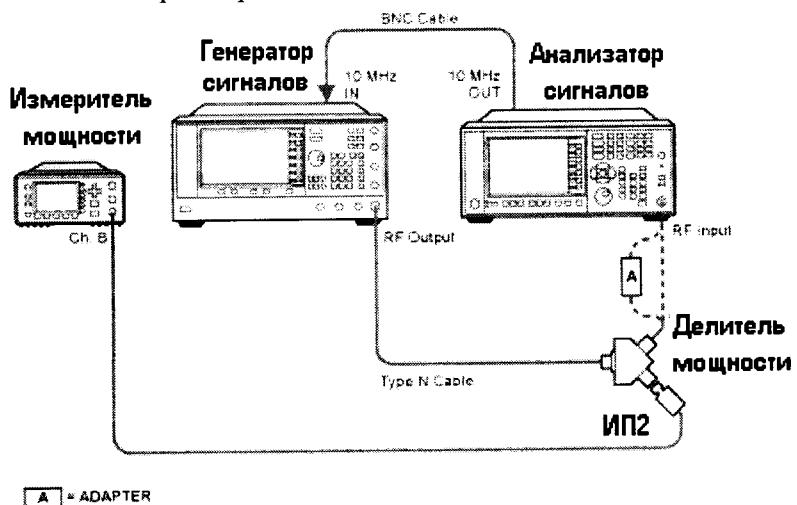

Рисунок 5
7.4.5 Отсоединить ИП1 от делителя. Освободившийся рукав делителя соединить с анализатором (рисунок 5). На анализаторе установить DC coupled, предусилитель выключен, полоса обзора 1 МГц, ослабление аттенюатора 10 дБ. Произвести измерения уровня сигнала уровня минус 10 дБм на частотах 300 кГц; 1, 5, 100, 150, 450 и 950 МГц; 1,25, 1,85, 2,25, 2,95 и 3,55 ГГц. Полученные значения зафиксировать, вычислить погрешность.
7.4.9 Отсоединить ИП1 от делителя. Освободившийся рукав делителя соединить с анализатором (рисунок 5). На анализаторе установить DC coupled, предусилитель выключен, полоса обзора 1 МГц, ослабление аттенюатора 10 дБ. Произвести измерения уровня сигнала минус 10 дБм на частотах 3,65, 5,05, 6,05, 7,05, 8,05 и 8,35 ГГц (для опций 508, 513, 526); 9,05, 10,05, 11,05, 12,05, 13,05 и 13,55 ГГц (для опций 513, 526); 14,05, 15,05, 16,05, 17,05, 18,05, 19,05, 20,05, 21,05, 22,05, 23,05, 24,05, 25,55, 26,05 и 26,45 (для опции 526). Полученные значения зафиксировать, вычислить погрешность.
7.4.11 Отсоединить ИП1 от делителя. Освободившийся рукав делителя соединить с анализатором (рисунок 5). На анализаторе установить DC coupled, предусилитель выключен, полоса обзора 1 МГц, ослабление аттенюатора 10 дБ. Произвести измерения уровня сигнала минус 10 дБм на частотах из п. 7.4.9. Полученные значения зафиксировать, вычислить погрешность.